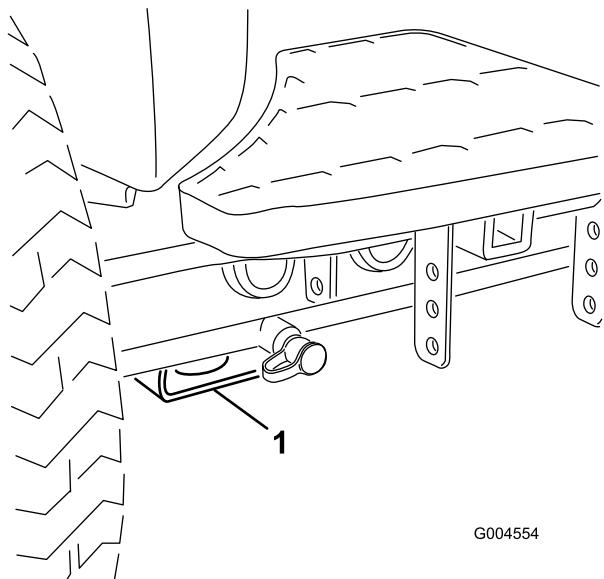

図 43
- 前：各前輪の内側、アクスル・チューブの下にある四角いパッド(図 43)